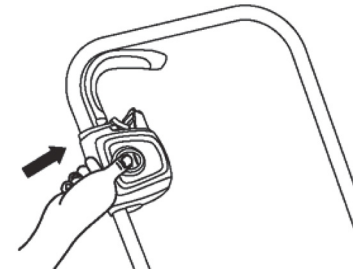

Fig. 12
1. Pour allumer l'appareil, appuyez sur l'interrupteur de sécurité (2) situé sur le guidon, tirez en même temps sur la poignée marche/arrêt (1) (fig. 12, 13). Une fois le moteur lancé, relâchez l'interrupteur de sécurité.